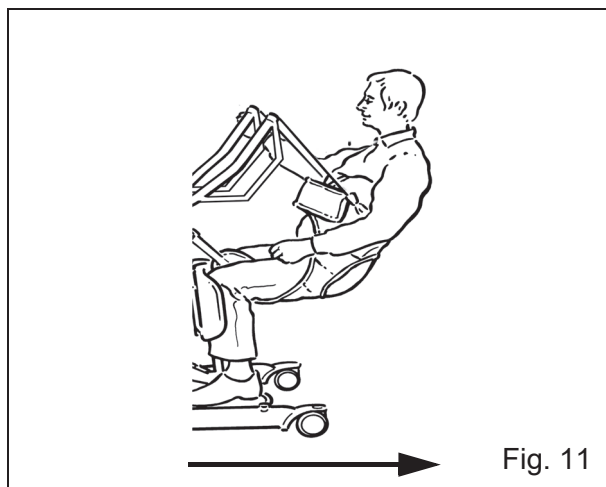

Fig. 11
Brug løfte-knappen på håndbetjeningen til at løfte plejemodtageren til en egnet og bekvem højde for den bestemte funktion (se fig. 11).
**Advarsel:** Flyt altid Sara 3000-liften i den retning vist i fig. 11.